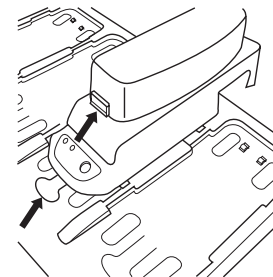

Fig. 2
5. Remoción de la batería (Fig. 2):